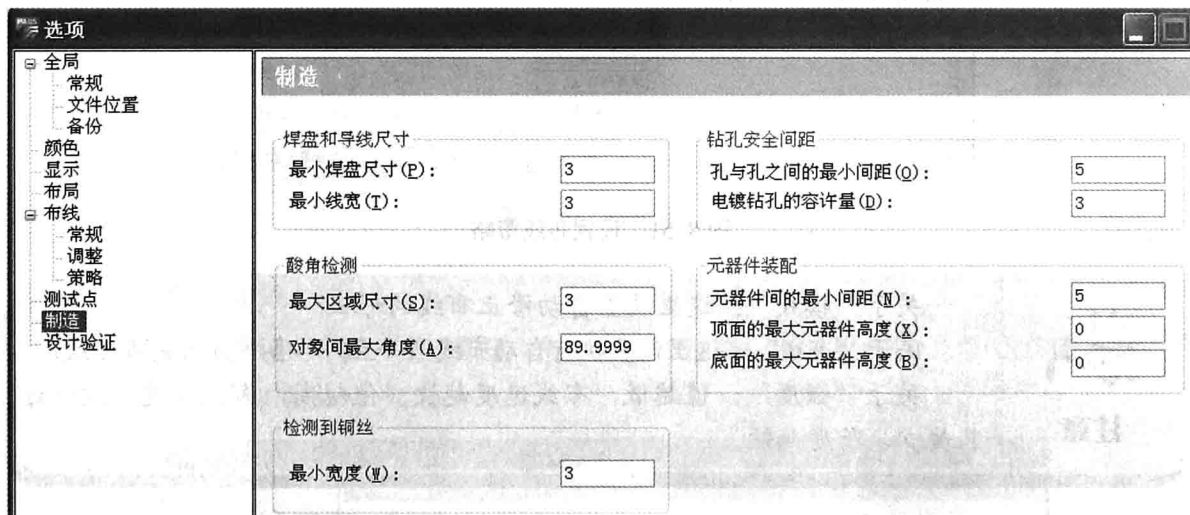

图 8-53 设置制造参数
(1) 执行菜单命令【工具】→【选项】，在弹出的“选项”对话框中的“制造”标签页下设置相关参数，如图 8-53 所示。